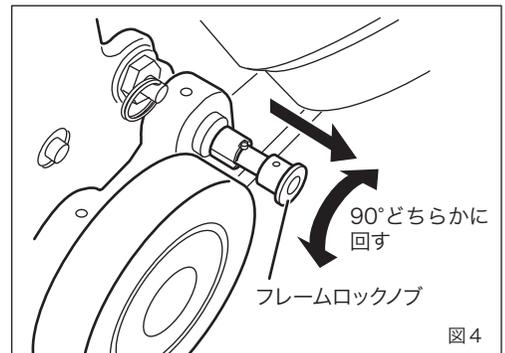
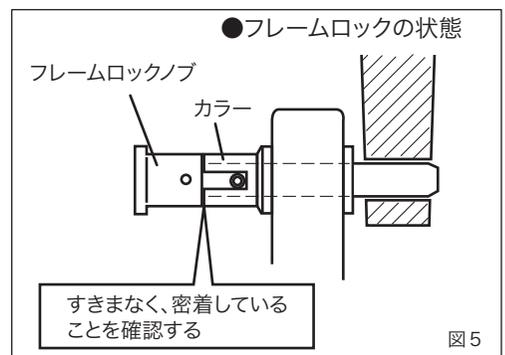

図4
図5
## 2. フレームロックの操作 (図4～図5)
① モーター左下部にあるフレームロックノブを引きながら、左右どちらかの方向に90°回転させてください。(図4)
#### フレームロックの注意 (図5)